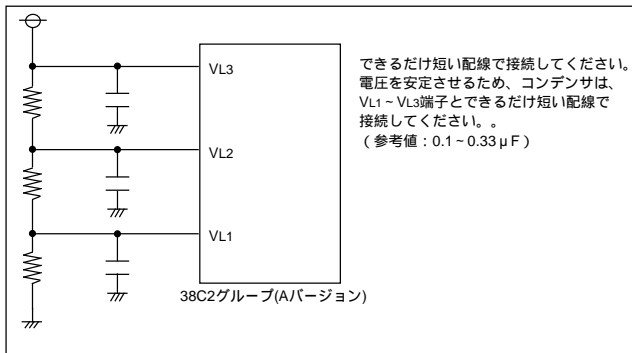

図9. LCD駆動電源の強化対策例
(1) LCD電源用分割抵抗値とLCDパネルの特性により、電源容量が不足することがあります。この場合、VL1～VL3端子に0.1～0.33 μ F程度のバイパスコンデンサを接続する方法があります。図9にLCD駆動電源の強化対策例を示します。